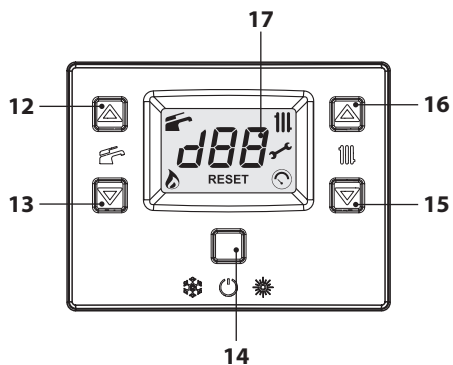
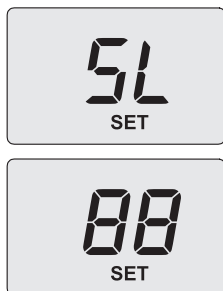

Figura 7.2
Figura 7.12
- Entrare in "modalità programmazione" premendo contemporaneamente per 10 secondi i tasti 14-15-16 (Figura 7.2) fino a far apparire sul display LCD le lettere **Pr** che si alternano al numero del parametro **01**, indicanti l'entrata nel "parametro 01" (Figura 7.3).
- Scorrere i vari parametri utilizzando i tasti 15 o 16 (Figura 7.2) fino a far apparire sul display LCD le lettere **Pr** che si alternano al numero del parametro **09**, indicanti l'entrata nel "parametro 09" (Figura 7.4).
- Utilizzando i tasti 12 o 13 (Figura 7.2) è possibile scorrere i vari valori di regolazione.
- Utilizzare i tasti 15 o 16 (Figura 7.2) fino a portarsi allo stato **LP** (spazzacamina attivo in minimo sanitario) e premere il tasto 14 per
- Agire sui tasti 16 o 15 (Figura 7.2) per incrementare o decrementare il valore. Attendere 3 secondi per stabilizzare la pressione del gas quindi leggere il valore sul manometro gas. **Ricordarsi di mantenere l'andamento in salita.**
- Premere il tasto 13 (Figura 7.2) per 5 secondi per memorizzare il valore.
- Premere il tasto 12 (Figura 7.2) per passare alla taratura del minimo gas. Il display visualizza **SL** alternato al parametro potenza minima assoluta e la scritta "SET" (Figura 7.12).
- Agire sui tasti 16 o 15 (Figura 7.2) per incrementare o decrementare il valore. Attendere 3 secondi per stabilizzare la pressione del gas quindi leggere il valore sul manometro gas. **Ricordarsi di mantenere l'andamento in discesa.**
- Premere il tasto 12 (Figura 7.2) per verificare il valore massimo impostato ed eventualmente correggerlo seguendo la procedura sopra descritta.
- Premere il tasto 12 (Figura 7.2) per verificare il valore minimo impostato ed eventualmente correggerlo seguendo la procedura sopra descritta.